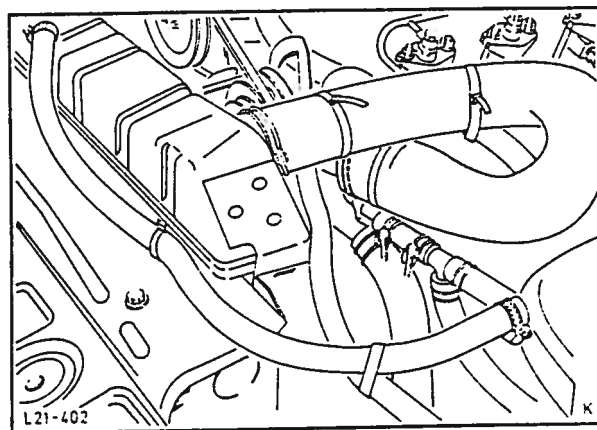

Fig. 105 Demontering av radiatorslanger fra vannpumpe.
3. Tapp kjølevæsken i et passende kar ved å ta av nedre slange fra radiatoren. Ta av ovre og nedre radiatorslange fra vannpumpen, fig. 105.